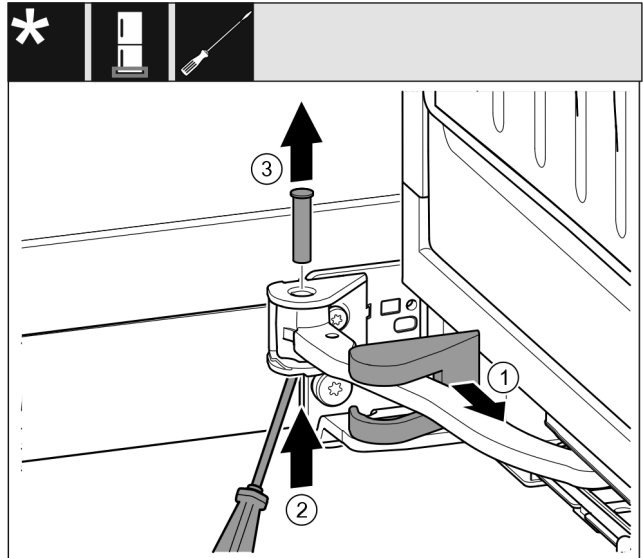

Fig. 18
- ▶ Húzza le a csapágybak fedelét Fig. 18 (1), és tolja el a csukló mentén.
- ▶ Csavarhúzóval emelje fel lentől a csapszeget Fig. 18 (2).
- ▶ Húzza ki felülről a csapszeget Fig. 18 (3).